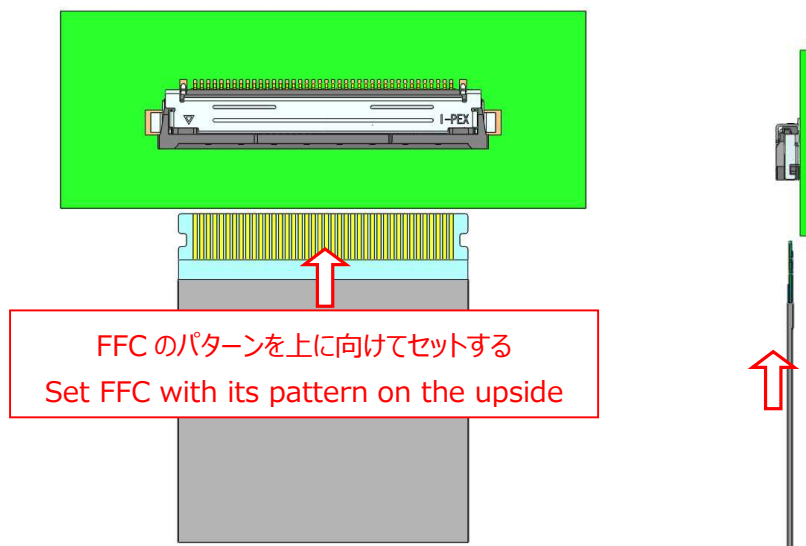

図. 3-1 FFC 挿入方法 1 / Fig.3-1 FFC inserting method 1
- ① 図 3-1 の様に、FFC のパターンを上に向けて挿入間口に対し水平にセットする。
Please set FFC to the connector horizontally as shown in Fig.3-1.